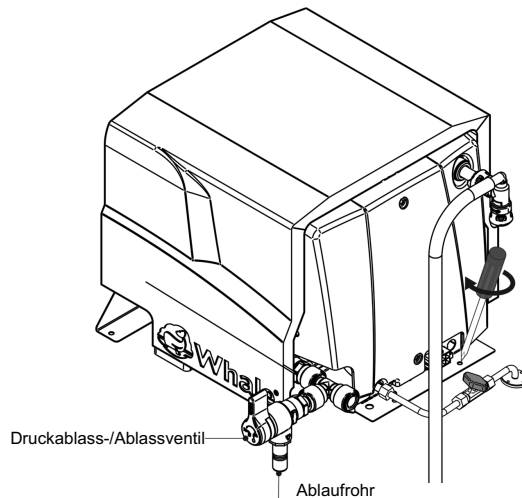

Abb. 16 Anschluss an die Gasversorgung
Schritt 8: Anschluss an die Gasversorgung (siehe Abb. 16)